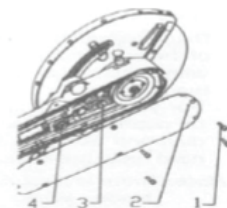

Fig. 6
III. Tensionarea curelei trapezoidale (ref. Fig. 6) Slăbiți și desfaceți Șuruburile hexagonale (1) din cutia de transmisie și scoateți capacul cutiei de transmisie (2). Slăbiți cele trei Șuruburi hexagonale (5) de pe suportul de lagăr. Rotiți Piulița de tensionare (6) în sens orar (sau rotiți Șurubul de reglare (3) în sens orar) până când cureaua trapezoidală este tensionată. Strângeți cele trei Șuruburi hexagonale (5) de pe suportul de lagăr. Montați capacul cutiei de transmisie (2), fixați și strângeți Șuruburile hexagonale (1).